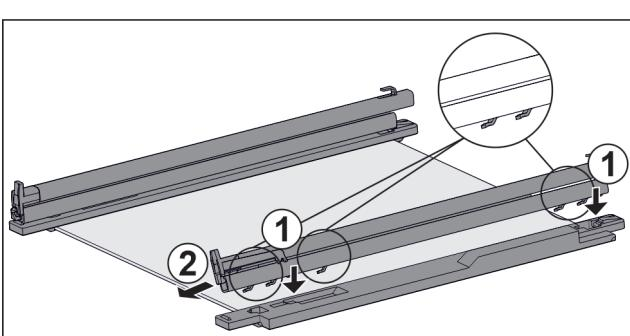

Fig. 104 Skleněná deska s kolejničkami a přídržnými díly
- Nasadte háčky kolejničky na otvory **levého** přídržného dílu. Fig. 104 (1)
- Vytáhněte kolejničku dopředu. Fig. 104 (2)
- Nasadte háčky kolejničky na otvory **pravého** přídržného dílu. Fig. 104 (1)